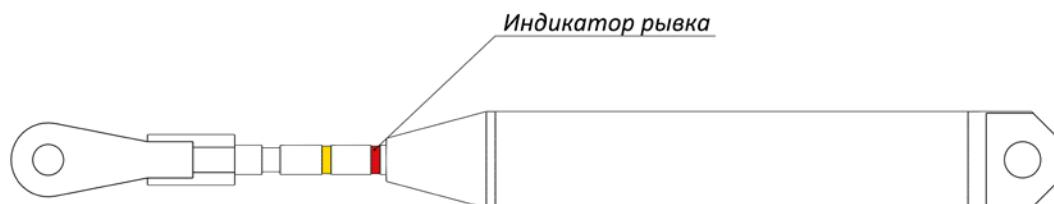

Рисунок 1
- проверить индикатор срабатывания на амортизаторе HC 1008. Красный цвет индикатора указывает на неисправность амортизатора или срабатывание анкерной линии [рисунок 1];